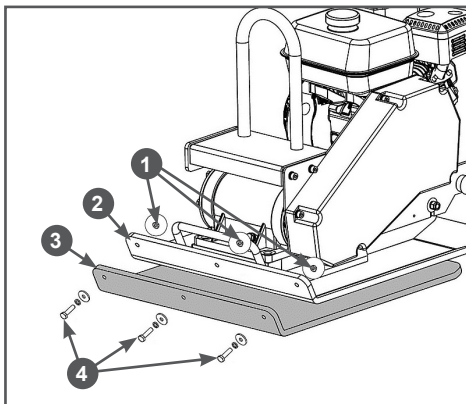

Рис. 18 Установка коврика
5. Совместите отверстия в рабочей плите 2 и коврик 3, вставьте в полученные отверстия болты 4 с плоскими и пружинными шайбами и закрутите гайки 1 (Рис. 18).